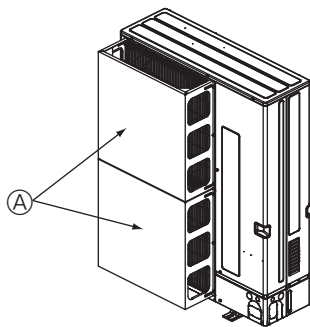

Fig. 2-15
- ① Installieren Sie eine als Sonderzubehör erhältliche Luftauslassführung, wenn die Anlage an einem Aufstellort installiert ist, an dem die Gefahr besteht, dass starker Wind direkt in die Luftaustrittsöffnung bläst. (Fig. 2-15)